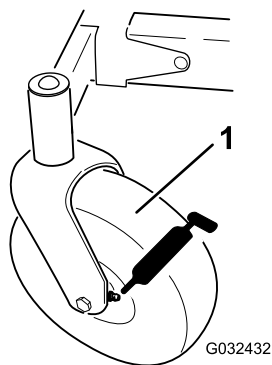
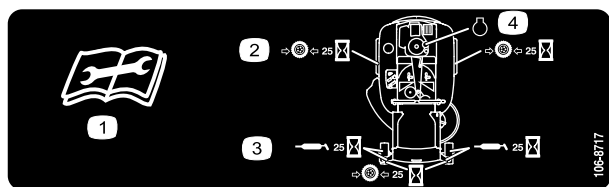

Figure 34
Figure 35
3. Nettoyez les graisseurs (Figure 34 et Figure 35) à l'aide d'un chiffon.
4. Raccordez une pompe à graisse à chaque graisseur (Figure 34 et Figure 35).